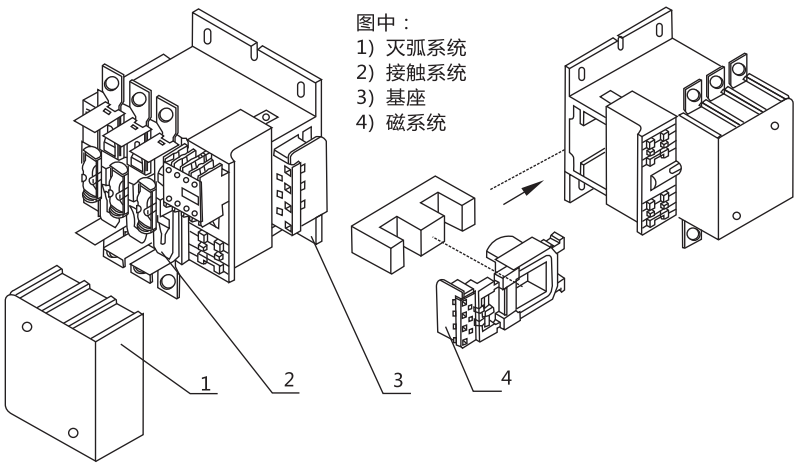

图1 CJX2-115~265接触器的总体结构示意图
- ①装卸线圈所需的最小距离。
②根据工作电压和分断能力确定的飞弧距离。
6.1 接触器主要由灭弧系统、接触系统、基座、磁系统（包括铁心、线圈）组成，参见图1。
6.2 接触器的接触系统为直动式、双断点布置，下基座采用铝合金型材，线圈为塑料封装结构，且线圈与磁轭组装成一体，可从接触器中直接取出或装入，使用、维修极为方便。见图1。